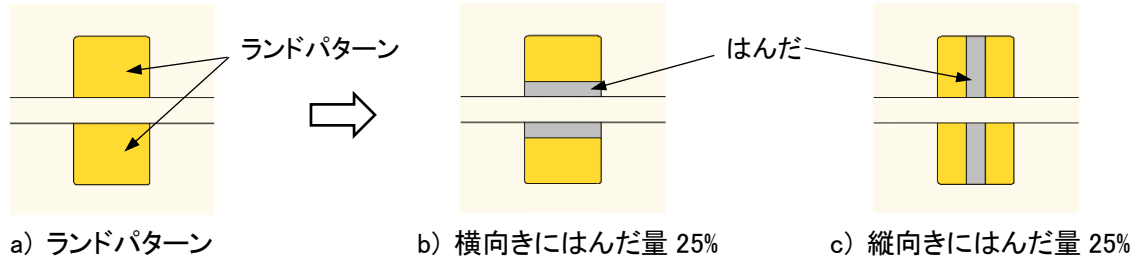

図 11. はんだ量が少ない状態の再現検証
- ・試験方法: 粘着テープを使用してはんだの印刷領域を制限し、異なるはんだ面積 (ランドパターンの 25~100%) 下で $R_{\theta JA}$ と T_J について測定。(図 11 参照)